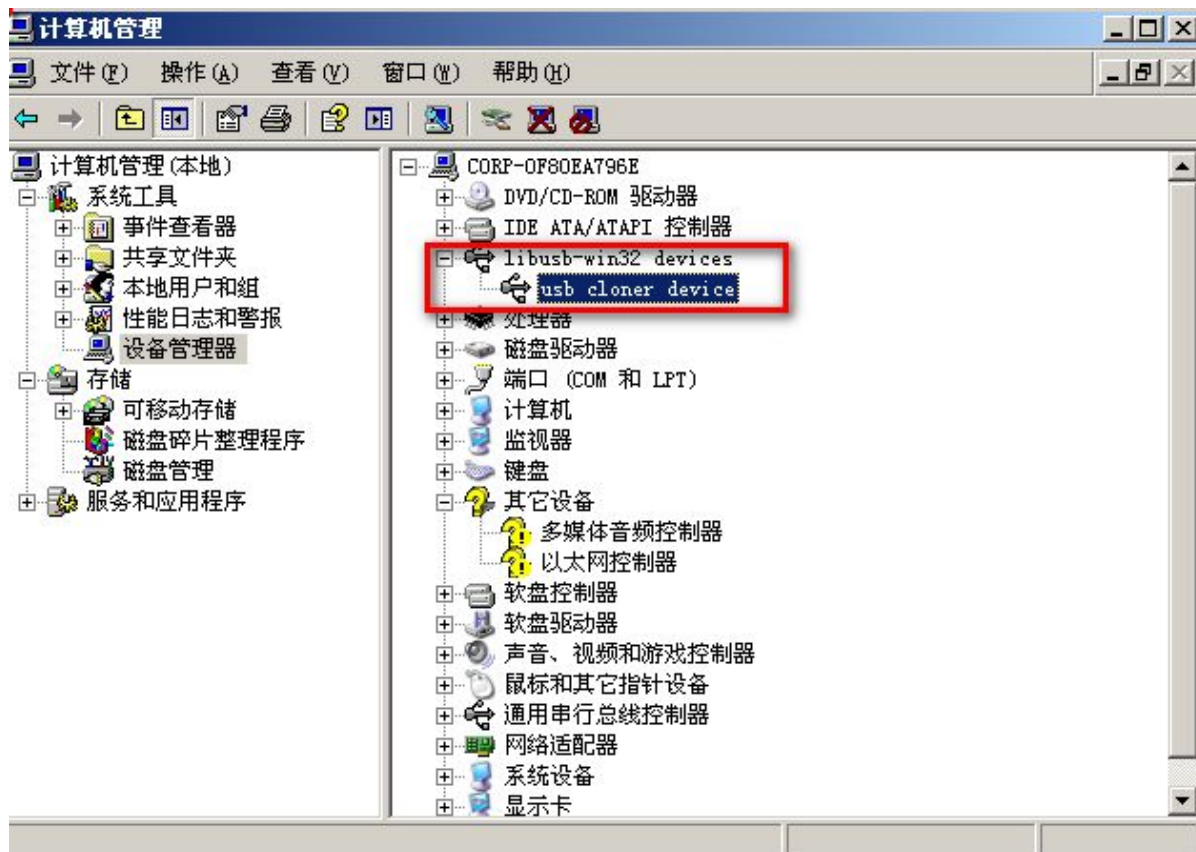

图 2-13
- 进入烧录模式后,系统会加载现有安装的驱动,此时我们需要在设备管理器中的设备上,右键单击选择“更新设备驱动程序”，如图 2-13 所示。